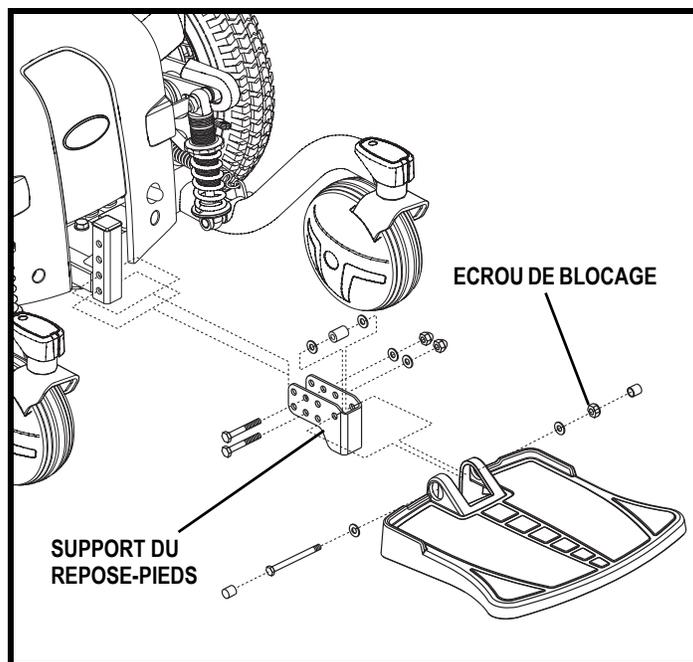

Figure 18. Réglage du repose-pieds
1. Enlevez le boulon et l'écrou qui retiennent le repose-pieds. **Voir la figure 18.**